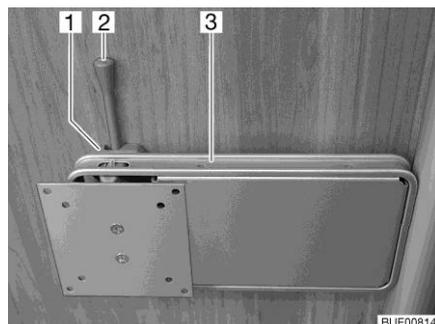

Fig. 91 Fijación en la columna
- Empujar la palanca de desbloqueo (Fig. 91,2) hacia el lado y girar el soporte (Fig. 91,3) junto con la pantalla plana a la posición deseada.
- Girar la pantalla plana hacia la posición inicial hasta que el soporte (Fig. 91,3) engatille en el bloqueo (Fig. 91,1).